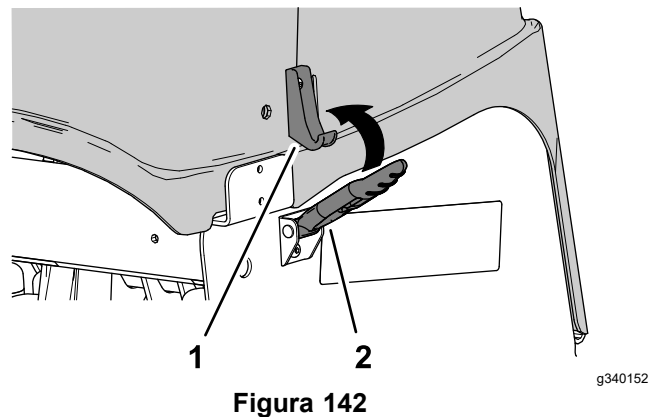

Figura 142
2. Blocăi capacul capului de carotaj în locaia cu 4 elemente de fixare (Figura 142).